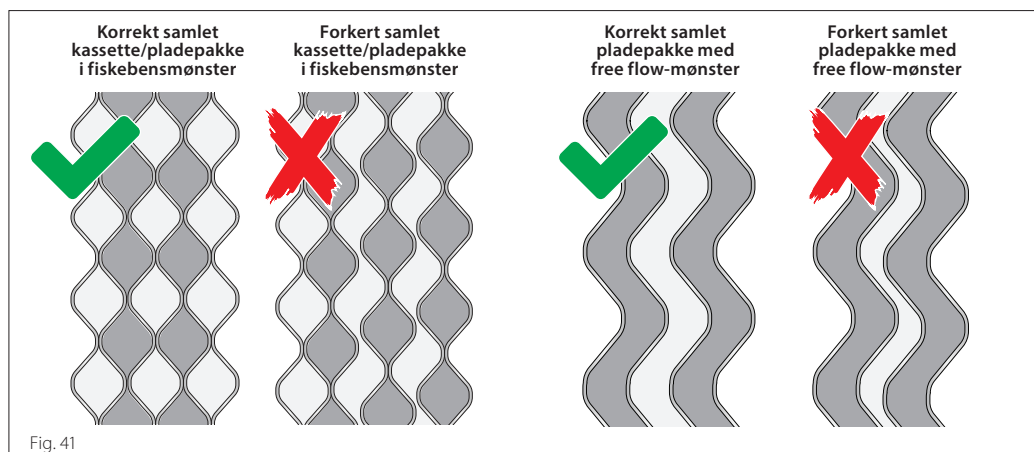

Fig. 41
- Kontrollér, at pladernes/kassetternes bikubeprofil er ensartet (se fig. 41).